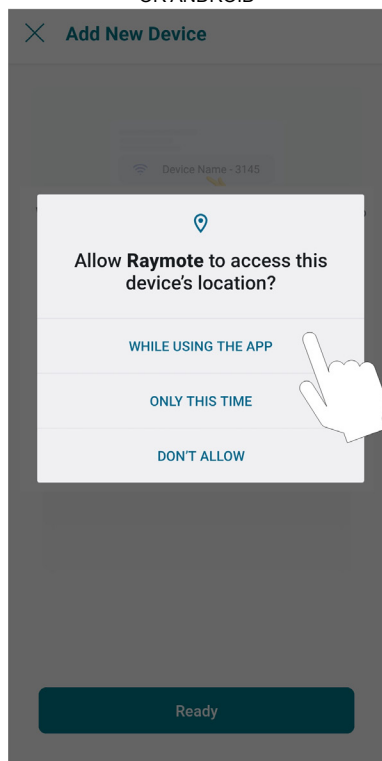

Figure 82. Accorder permissions
**LORS** de la première installation sur un téléphone, l'appli mobile Raymote demande d'autoriser l'accès aux données, voir Figure 82.